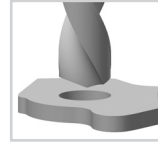

Abb. 27
- 2 Bohren und reiben Sie das Loch, bis es das gewünschte Maß erreicht hat (Abb. 27 und 28).